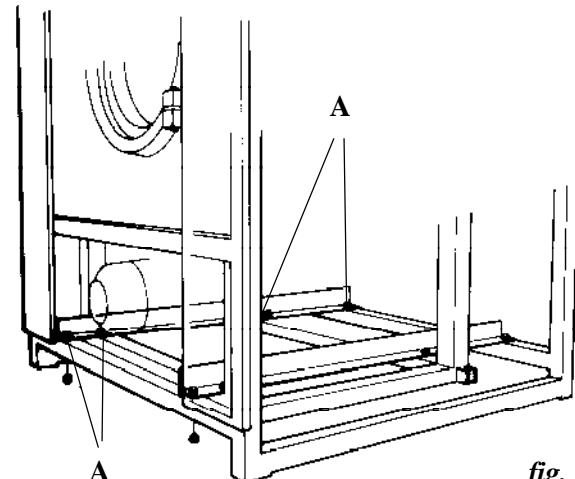

fig. 11
- Locate on the chassis base the two yellow fixing braces and dismantle. Four screws hold each brace to the machine (*fig. 11/A*).
- Localizar en la base del chasis los dos perfiles de fijación de color amarillo y desmontarlos. Cada perfil va fijado a la máquina por cuatro tornillos (*fig. 11/A*)
- Localiser sur la base du châssis les deux profilés de fixation jaunes et les démonter. Chaque profilé est fixé à la machine par quatre vis (*fig. 11/A*).